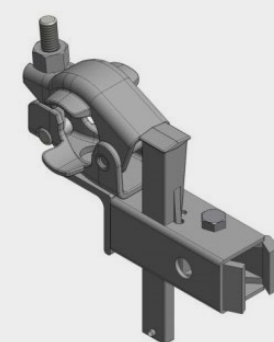

fig 2
- A** Open the clamp claw ensuring the wedge remain at the top Fig 2
- A** Aprire la pinza del morsetto assicurandosi che il cuneo resti sempre in alto Fig. 2